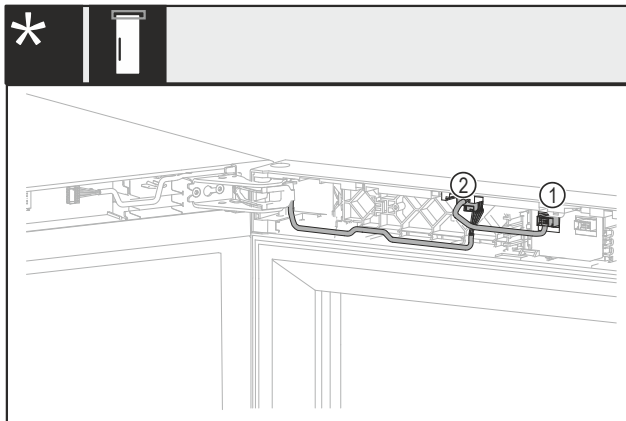

Fig. 18 Bez zámku nebo s mechanickým zámekem\*
- ▶ Zástrčku Fig. 18 (1) vytáhněte.\*
- ▶ Zástrčku Fig. 18 (2) vytáhněte.\*